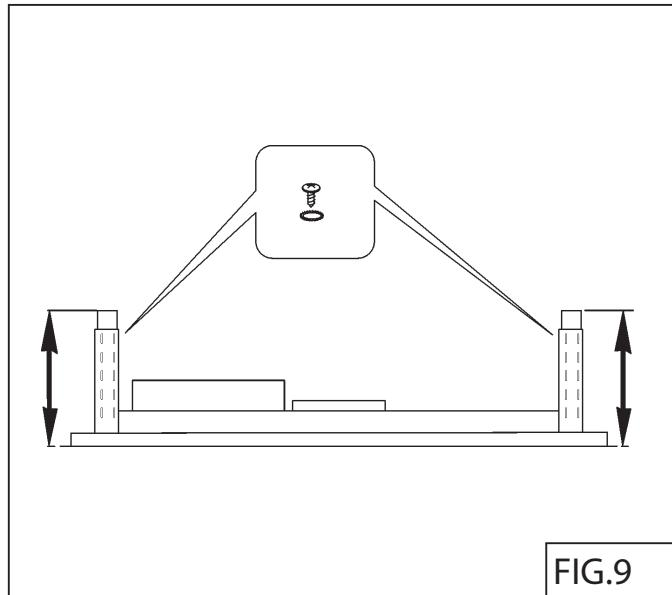

FIG.9
1. Ajustez la hauteur des cadres de soutien télescopiques et serrures à les vis et rondelles (Fig. 9).